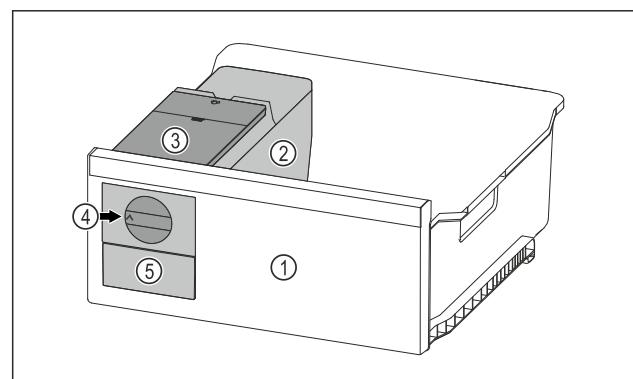

Fig. 74 Príklad zobrazenia
- Otočný gombík Fig. 74 (4) otočte v smere hodinových ručičiek až na doraz.
► Kocky ľadu vypadávajú z misky na kocky ľadu do zásuvky na kocky ľadu Fig. 74 (5).